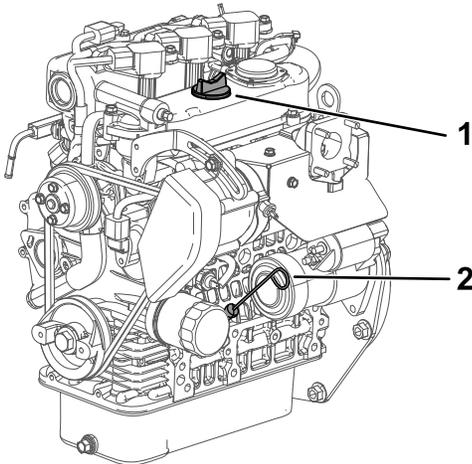

Bild 16
2. Nehmen Sie den Peilstab heraus und wischen Sie ihn mit einem sauberen Lappen ab (Bild 16).
3. Stecken Sie den Peilstab in das Rohr und stellen Sie sicher, dass er vollständig eingeführt ist (Bild 16).
4. Entfernen Sie den Peilstab und prüfen den Ölstand (Bild 16).
5. Nehmen Sie bei einem niedrigen Ölstand den Fülldeckel (Bild 16) ab und gießen Sie genug Öl ein, bis der Ölstand die Voll-Markierung am Peilstab erreicht.
6. Stecken Sie den Peilstab wieder fest ein (Bild 16).